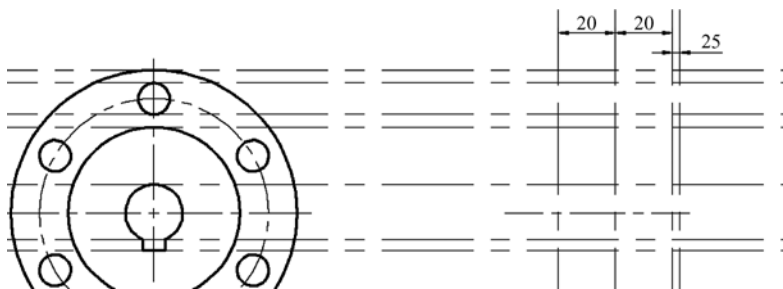

图 8-37 创建偏移线
12) 偏移操作。执行“修改”→“偏移”菜单命令, 或者单击“偏移”按钮, 由垂直构造线创建如图 8-37 所示的偏移线, 这些偏移线都位于原垂直构造线的左侧, 它们将作为绘图的辅助线。